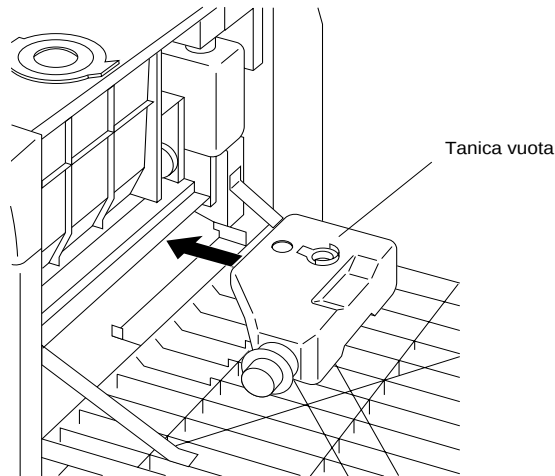

Figura 4-20 Installazione del raccoglitore dello sviluppatore
2. Girare il tappo e collocarlo nella posizione di immagazzinamento, come mostrato nella Figura 4-20.